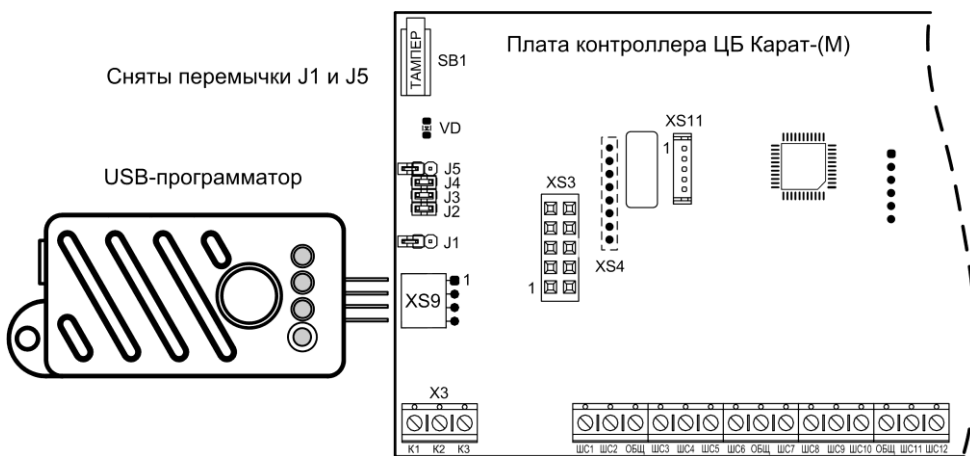

Рис.13 Подключение USB-программатора к плате ЦБ
2.2) Для программирования с помощью **USB-программатора** необходимо вставить вилку USB-программатора в разъем XS9 платы контроллера ЦБ (см. рис.13) и выбрать кратковременным нажатием кнопки USB-программатора номер файла настроек (индицируется одним из 4-х светодиодов). Затем, нажав кнопку и удерживая ее нажатой в течение 3-х секунд, запустить процесс загрузки настроек. В течение всего процесса соответствующий светодиод программатора и светодиод VD на плате ЦБ будут мигать. Успешная загрузка настроек в память прибора подтверждается постоянным включением светодиода программатора. Если светодиод программатора продолжает мигать длительное время, необходимо отсоединить программатор от прибора и повторить процедуру. Если в процессе загрузки светодиода программатора выключился, это означает, что данные в программаторе не соответствуют типу программируемого прибора.